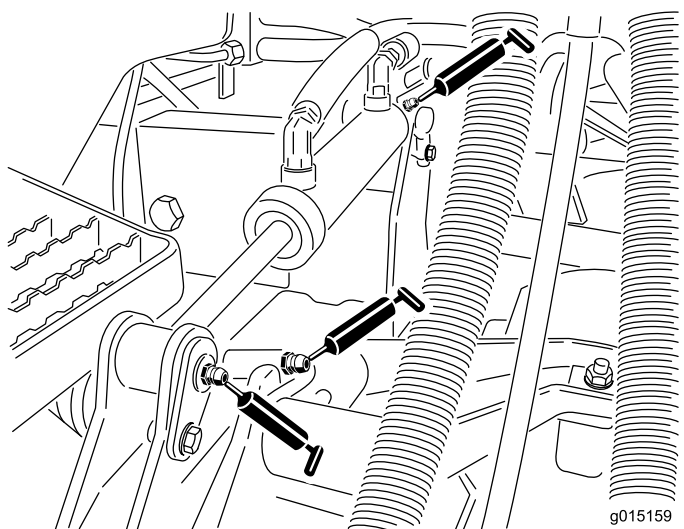

Рисунок 70
- Втулки подъемных рычагов (по 1 шт. на режущий блок) (Рисунок 70)
- Втулки подъемных цилиндров (по 2 шт. на режущий блок) (Рисунок 70)